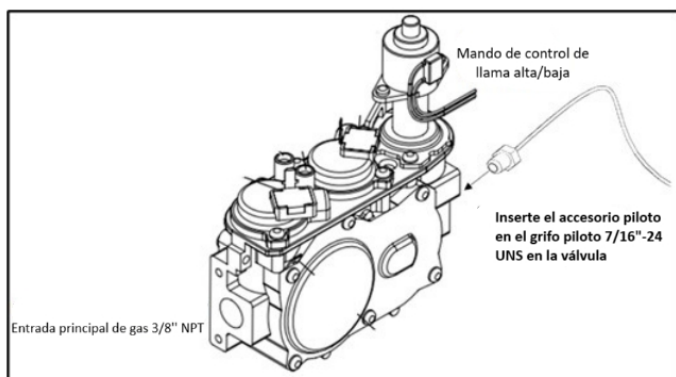

FIGURA 40
7. Conecte el extremo abierto del conector flexible de 12" al suministro de gas. **Figura 40**